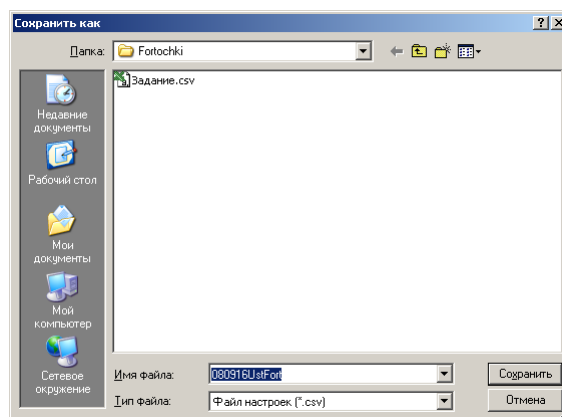

рис. 5
- 1.2. Кнопка **«Сохранить в файл значения параметров»**. Данная кнопка предназначена для сохранения уставок в файл. После нажатия этой кнопки отобразится стандартное диалоговое окно сохранения файла см. рис. 5